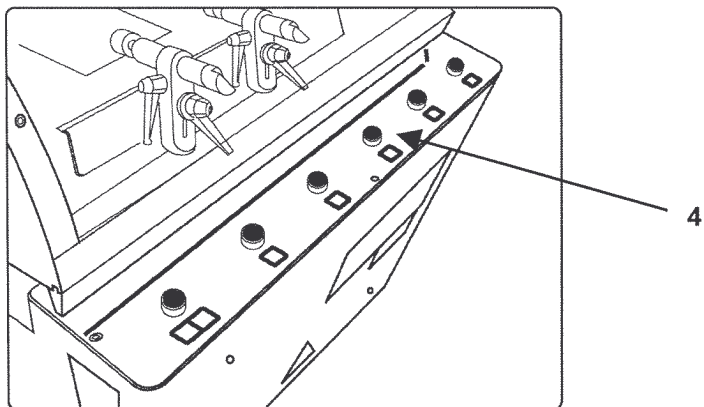

Fig. 10-02
- 1) Posizionare la testa della **SPRING** a 45° sinistra premendo il pulsante "4" (Fig. 10-02)